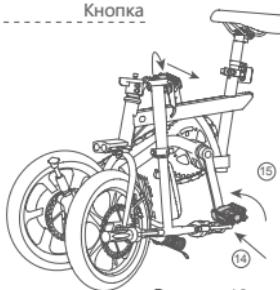

Рисунок 16
2 Вставьте крепёжный винт в крепёжную пряжку (см. рисунок 13). Выдавите кнопку на ручке (см. рисунок 14 – стрелка ⑫) и сложите вниз ручку для складывания (см. рисунок 14 – стрелка ⑬). Сложите руль, как показано на рисунке 15. Сложите педали вверх и внутрь (см. рисунок 16 – стрелки ⑭ и ⑮).